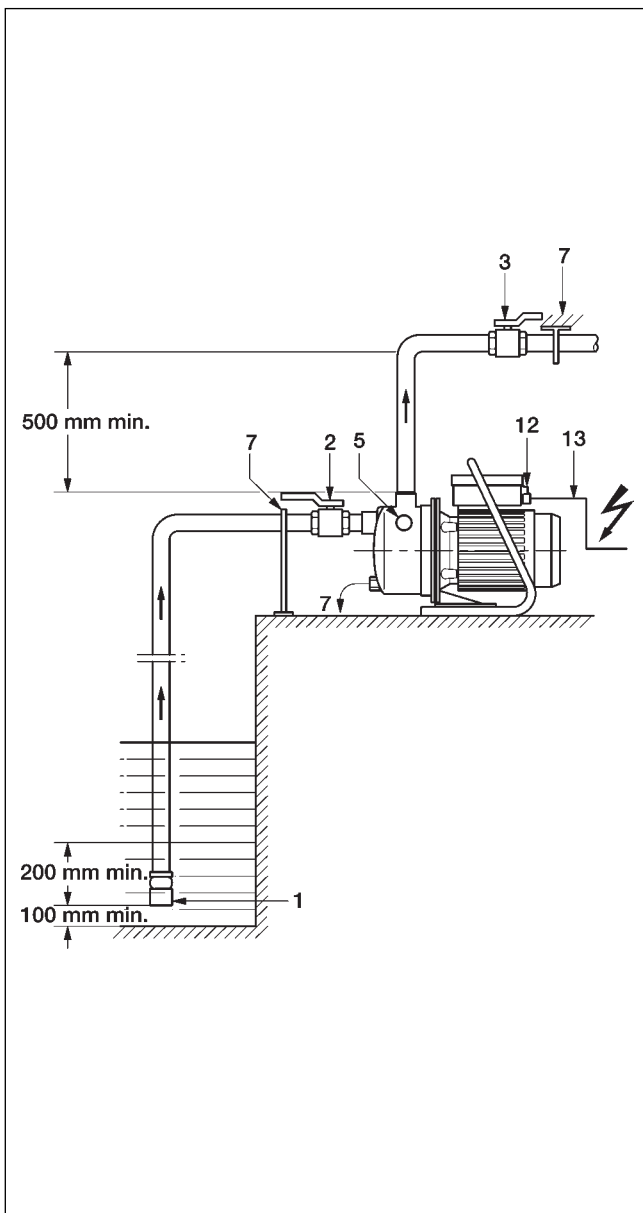

Fig. 1
- Рисунок 1: Насос работает в режиме самовсасывания